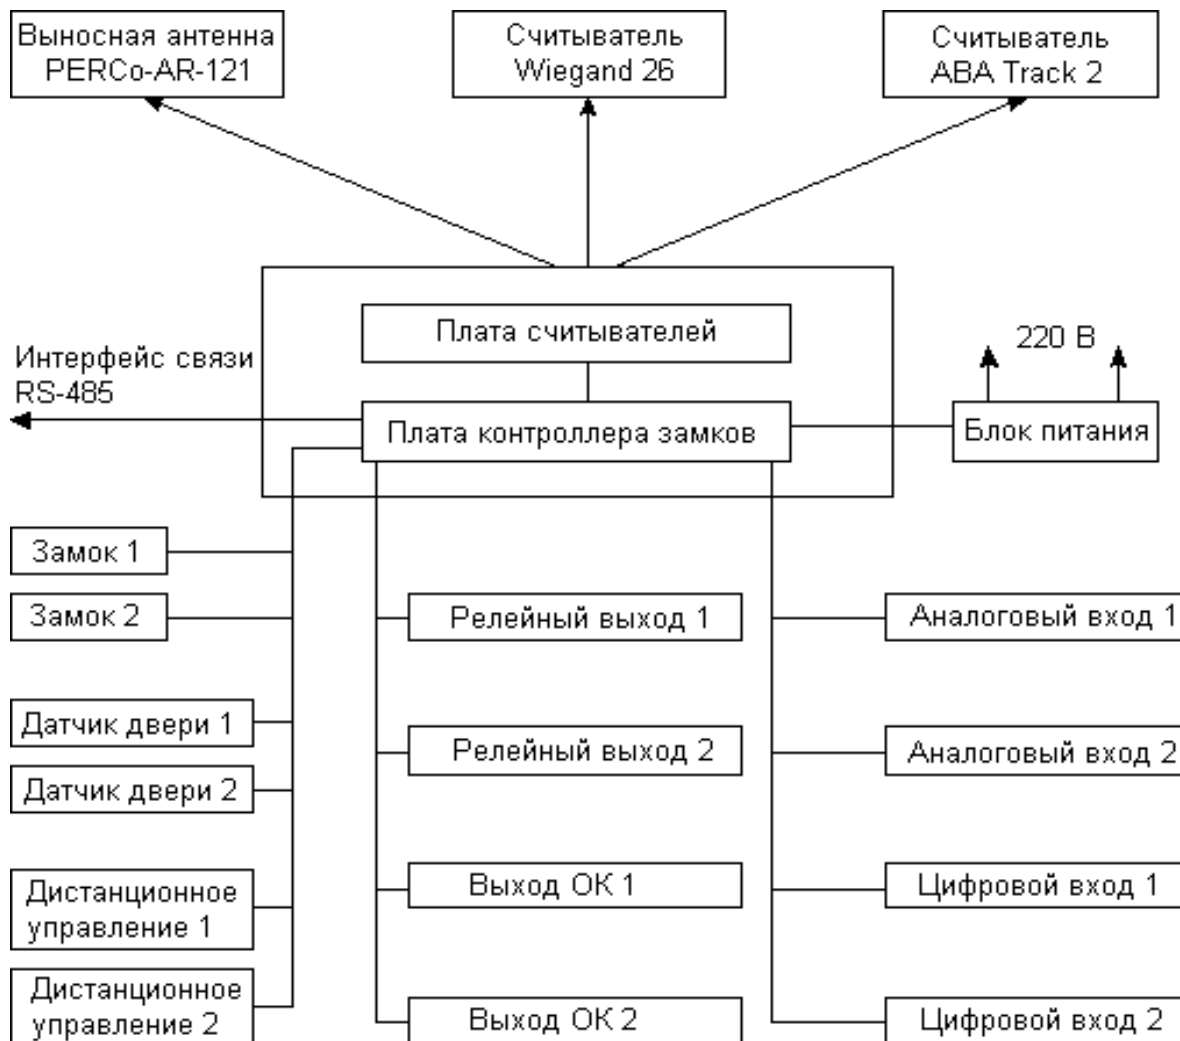

Рис. 2 Блок-схема контроллера PERCo-CL-12200
Блок-схема замкового контроллера представлена на рис. 2.
**Аналоговые тестовые входы** — это контакты на плате контроллера замка, предназначенные для подключения шлейфов пожарной или охранной сигнализации (аналоговые входы 1-2 на рис. 2.).
**Релейные выходы и выходы типа «открытый коллектор»** — это контакты на плате контроллера замка, предназначенные для подключения внешних управляемых устройств (выход тревоги, освещение и т.д.) (релейные выходы 1 - 2 и выходы ОК 1 - 2 на рис. 2.). Параметры релейных выходов и выходов типа «открытый коллектор» аналогичны параметрам драйверов серий 12301 и 12310.
**Цифровые тестовые входы** — это контакты на плате контроллера замка, предназначенные для подключения внешних датчиков с выходами типа «сухой контакт» или "открытый коллектор" (детекторы движения и т.д.) (цифровые входы 1-2 на рис. 2.).